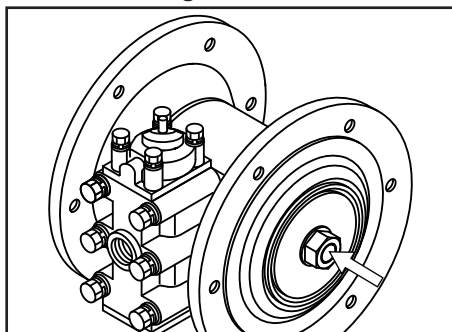

Figure 18
- Enlevez les écrous des deux côtés de l'arbre (voir figure 18).